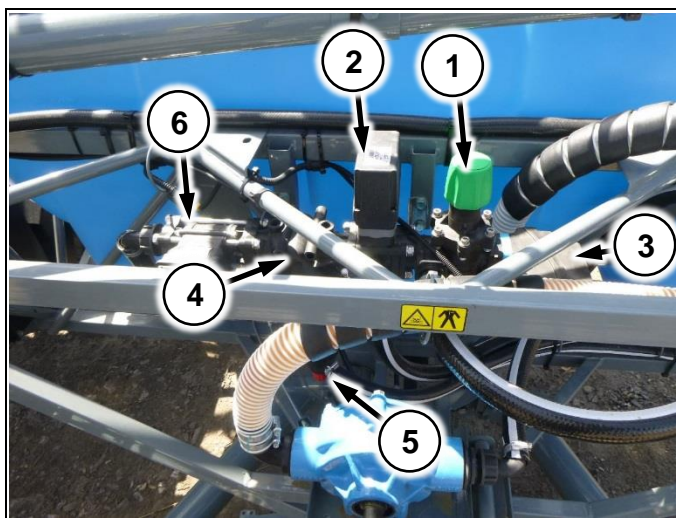
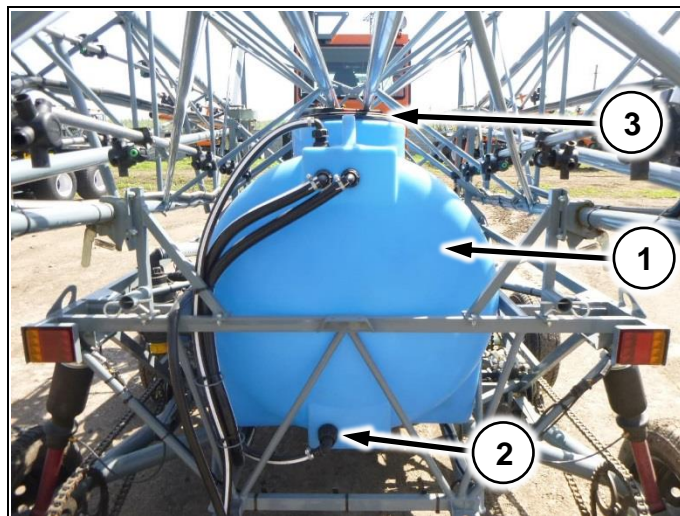
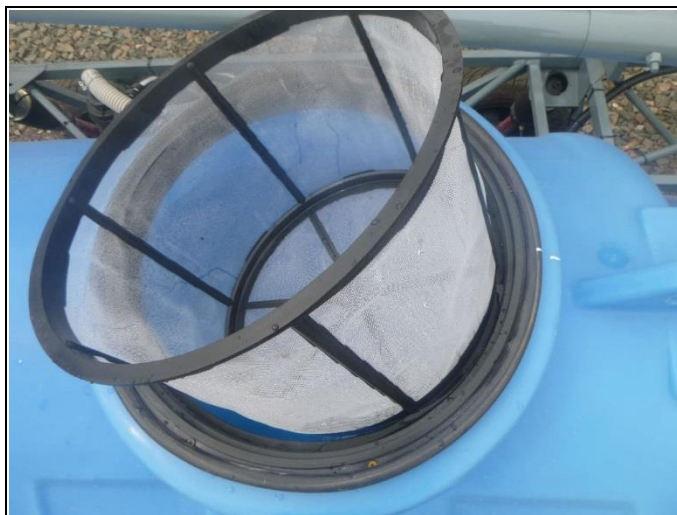

Рис. 28
Рис. 30
Рис. 32
(Рис. 28/1) – предохранительный клапан (байпас)
(Рис. 28/2) – регулирующий клапан
(Рис. 28/3) – главный клапан
(Рис. 28/4) – фильтр тонкой очистки
(Рис. 28/5) – кран для самоочистки фильтра тонкой очистки (подключен к гидромешалке)
(Рис. 28/6) – расходомер
<p>При работе большими расходами закройте кран на фильтре тонкой очистки (Рис. 28/5). Если нет - оставьте приоткрытым для самоочистки фильтра</p>
<p>Предохранительный клапан (Рис. 28/1) настраивается на заводе на давление 6-7 атм. и не нуждается в регулировке. Не регулируйте без прямых указаний сотрудников сервисной службы завода - изготовителя.</p>
В бак (Рис. 30/1) поступает вода и препараты при заправке опрыскивателя
Гидравлическая мешалка (Рис. 30/2) предназначена для обеспечения равномерной концентрации рабочей жидкости в баке. Включение/выключение мешалки осуществляется краном на фильтре тонкой очистки (Рис. 28/5)
Сетка (Рис. 32) предотвращает попадание инородных предметов в бак при заправке через заливную горловину (Рис. 30/3)
Предотвращает засорение форсунок от мелких частиц мусора. Расположен на гидравлическом распределителе хим. системы (Рис. 28/4)
2. Установите бак (Рис. 30/1) в специальную нишу на раме